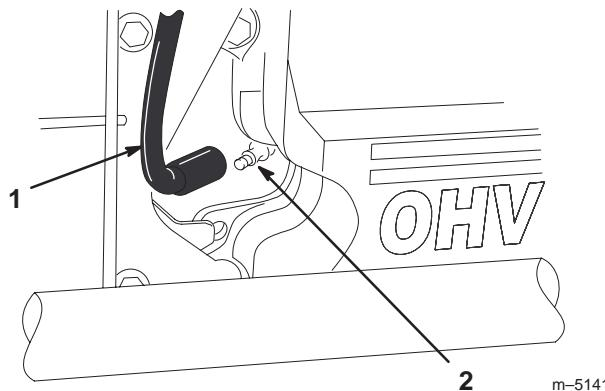

Figure 38
2. Débranchez les fils des bougies (Fig. 38). Nettoyez la surface autour des bougies pour éviter que des impuretés n'endommagent le moteur en tombant à l'intérieur.
3. Connectez les fils aux bougies (Fig. 38).